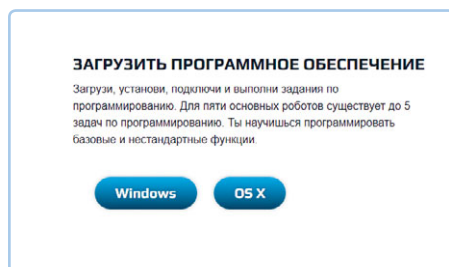

Рис. 1.9. Выберите используемую операционную систему, Windows или macOS
2. На следующей странице выберите операционную систему (рис. 1.9). Если вы используете операционную систему Windows XP/Vista/7/8/10, нажмите кнопку **Windows** и сохраните установочный файл на компьютер. Если вы используете операционную систему macOS версии 10.6 или более поздней, нажмите кнопку **OS X**.